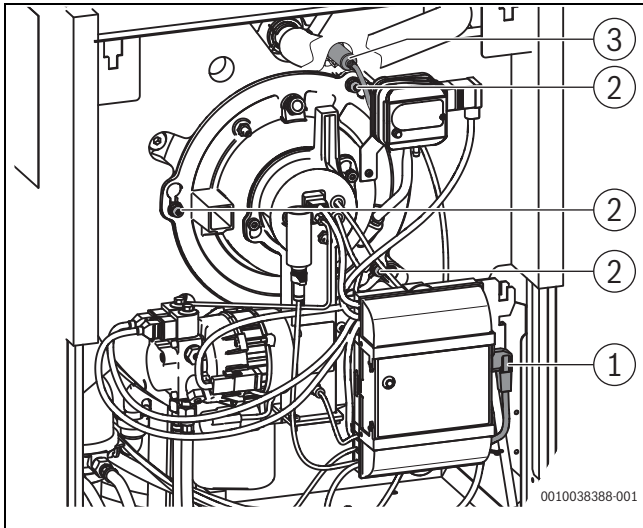

Bild 7 Ölbrenner ausbauen
- ▶ Netzstecker (→Bild 7), BUS-Leitung und Anschlusskabel Kesseltemperaturfühler (→Kapitel 12.3.2, Seite 47) am Feuerungsautomaten abziehen.
- ▶ Anschlusskabel am Kesseltemperaturfühler (→Bild 7) abziehen und entsorgen.
- ▶ 3 Muttern an der Bajonettbefestigung (→Bild 7) am Brennerflansch lösen.